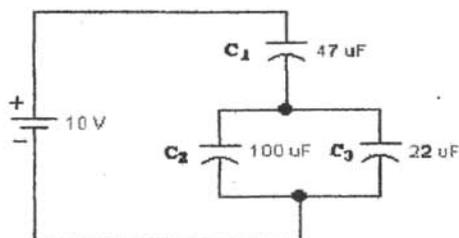

Figura 2.11
k) Arme el circuito de la figura 2.11